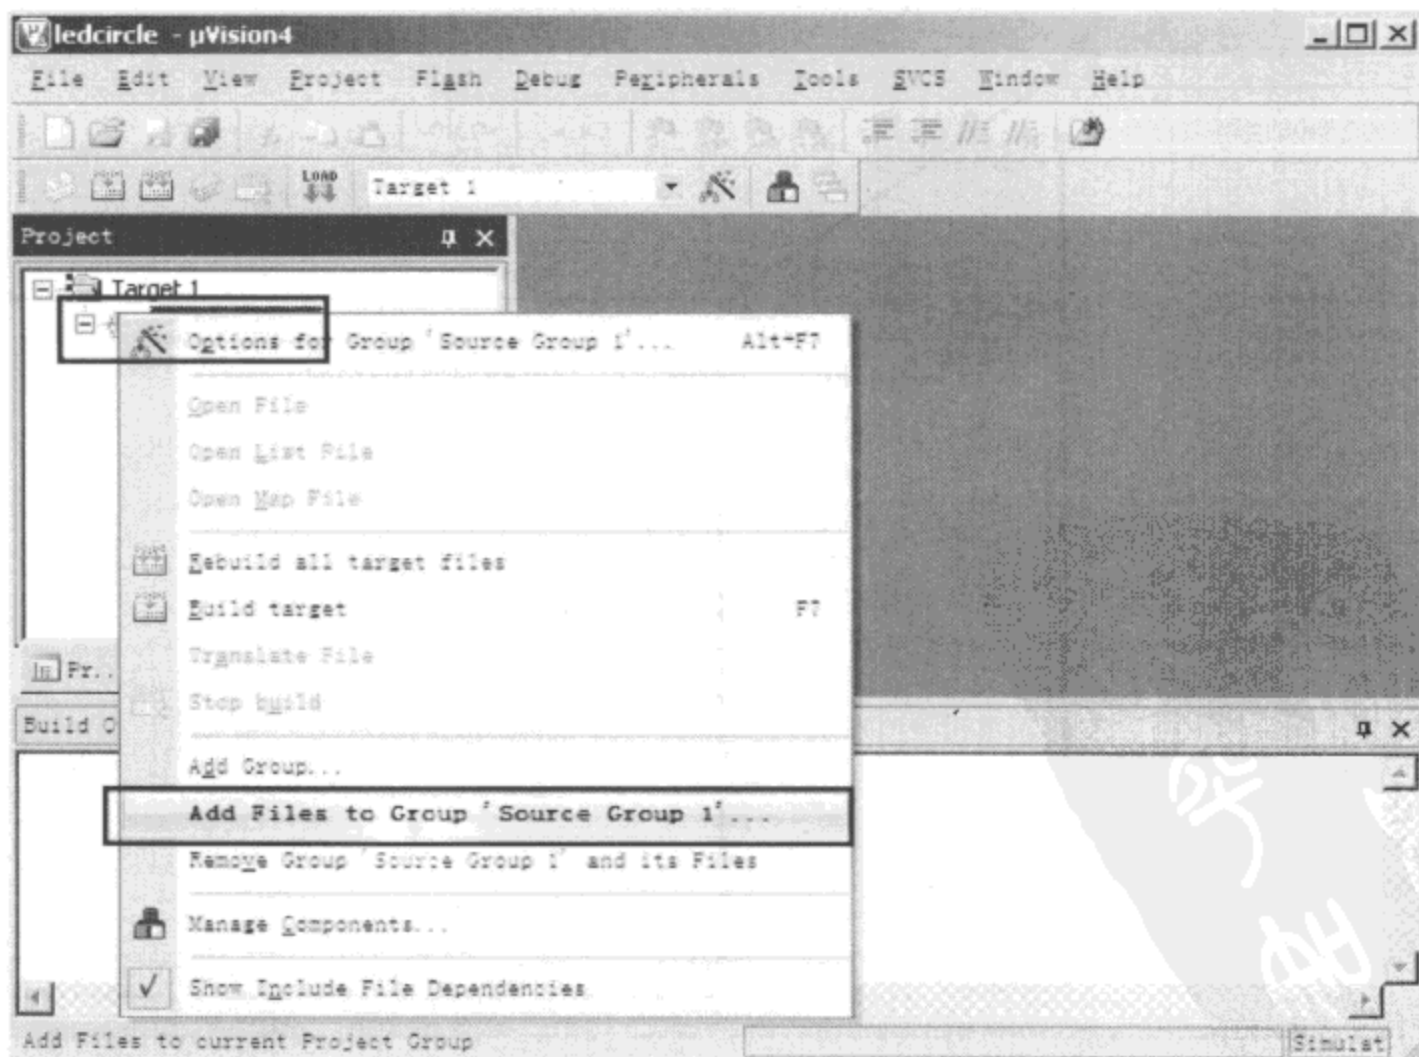
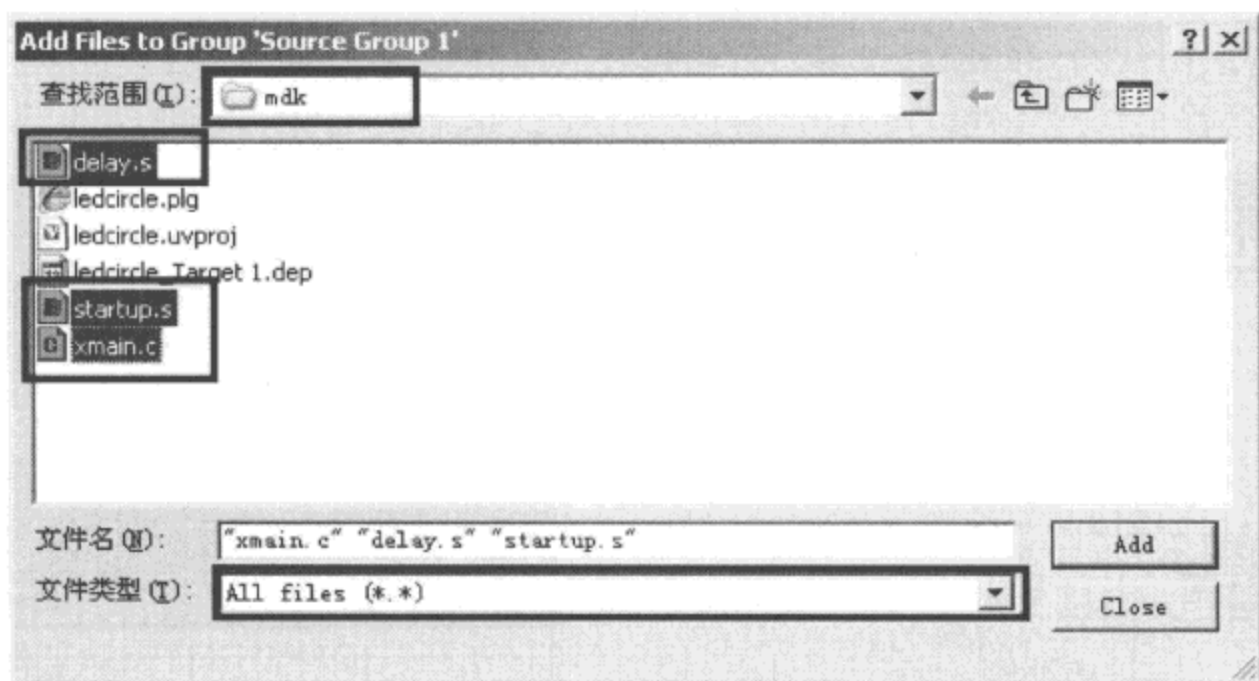
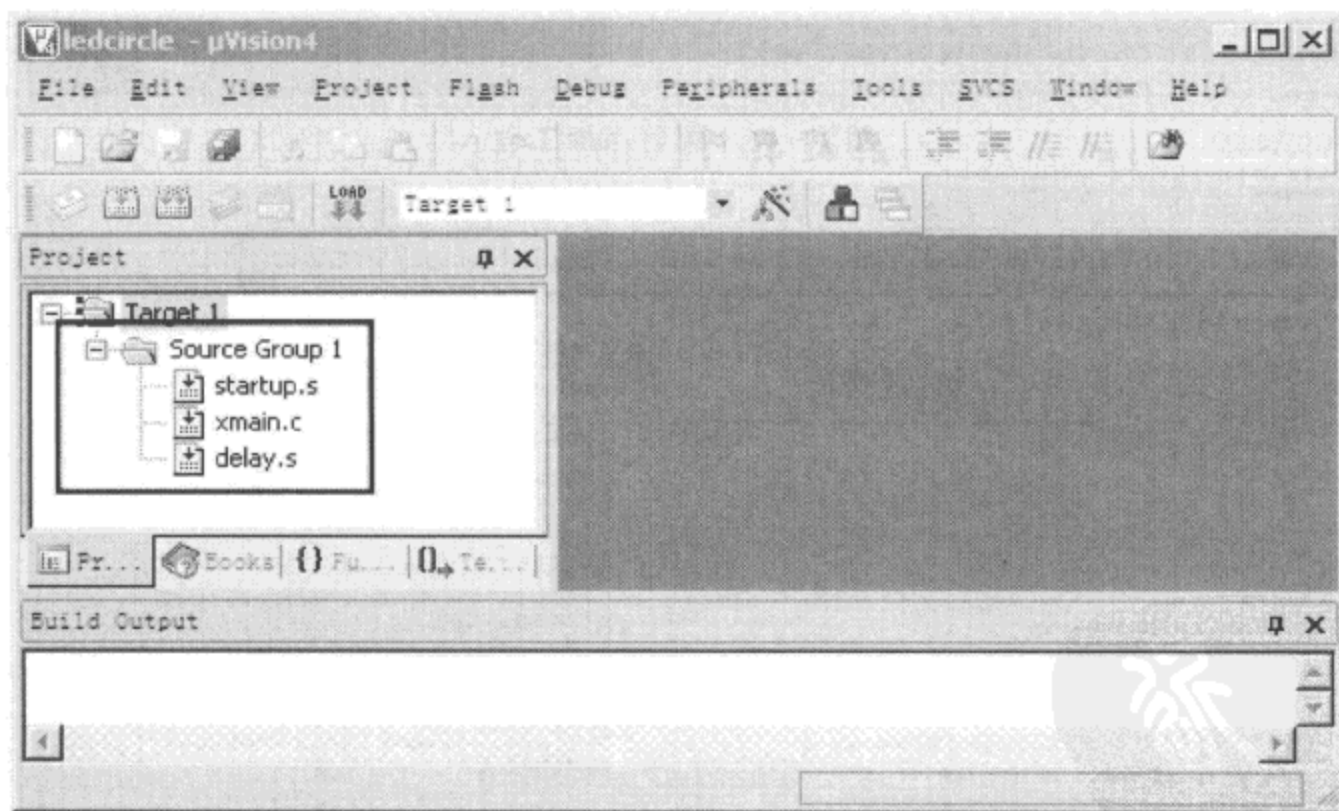

图 1-43 添加示例代码
图 1-44 选择示例代码
图 1-45 代码添加完毕
(8) 在源码组名“Source Group1”上右击弹出菜单,选择 Add Files to ‘Group Source Group1’选项,将新的复制到工程目录下的文件添加到工程中,如图 1-43、图 1-44 所示,添加完文件之后,文件就出现在工程窗口下,如图 1-45 所示。